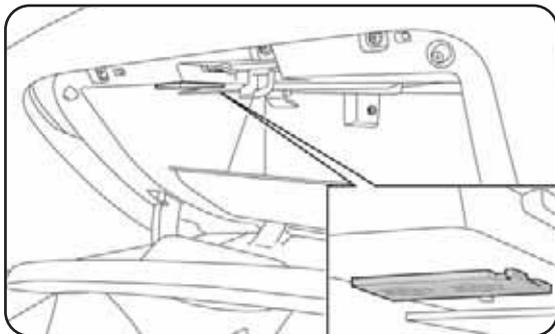

fig. 41
**PLAFONIER GAVETA PORTA-OBJECTOS fig. 41**